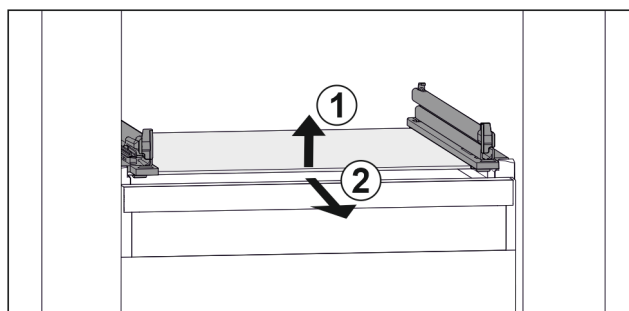

Fig. 78 Příklad znázornění skleněné desky
- ▶ Nadzvedněte skleněnou desku vpředu. Fig. 78 (1)
- ▶ Vyjměte skleněnou desku dopředu. Fig. 78 (2)